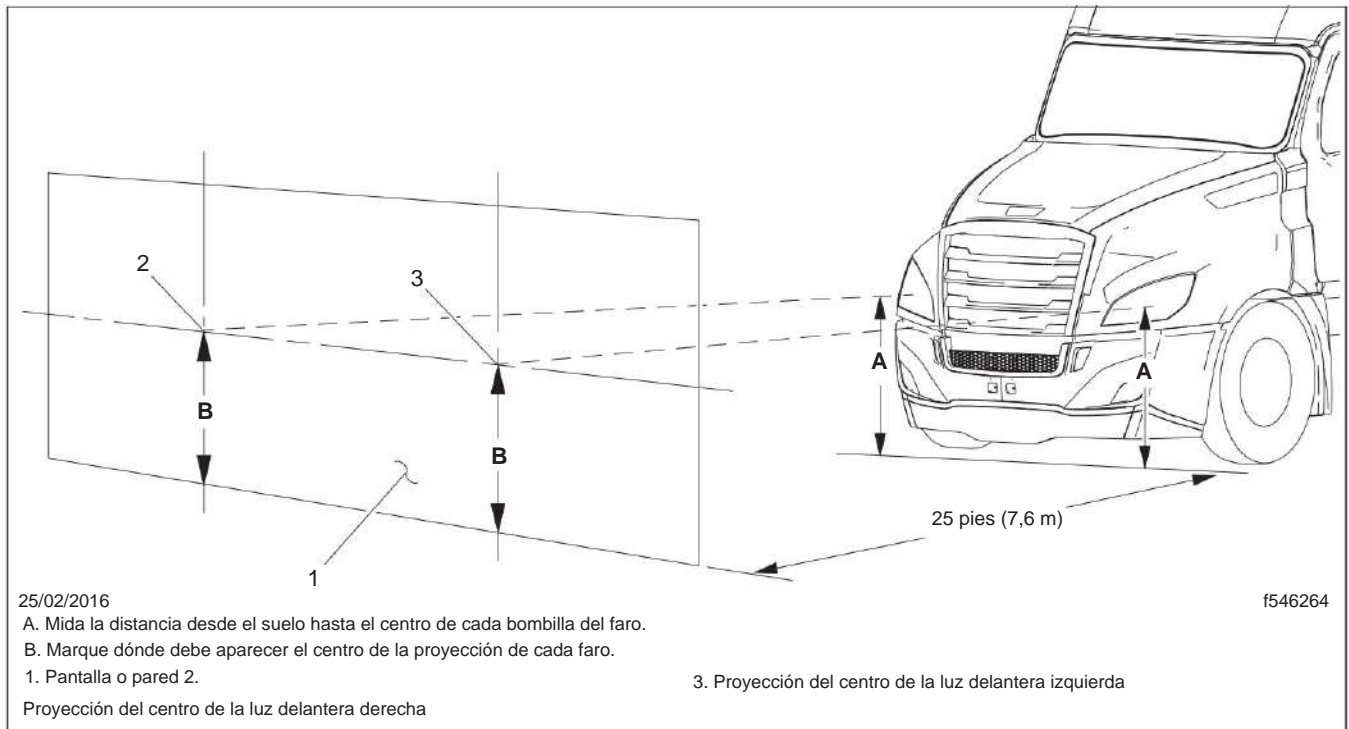

Fig. 22.2, Pantalla/pared de orientación de los faros
2. Cada faro tiene un punto de ajuste de altura en la lente. Consulte la figura 22.1. Mida la distancia desde el suelo hasta el punto de ajuste de altura en cada faro (Fig. 22.2, Artículo A). Tenga en cuenta esas distancias.
3. En la pantalla o pared, marque las ubicaciones del centro de cada bombilla de faro utilizando las distancias que se encuentran en el paso 2. Consulte la Fig. 22.2, elementos 2 y 3.